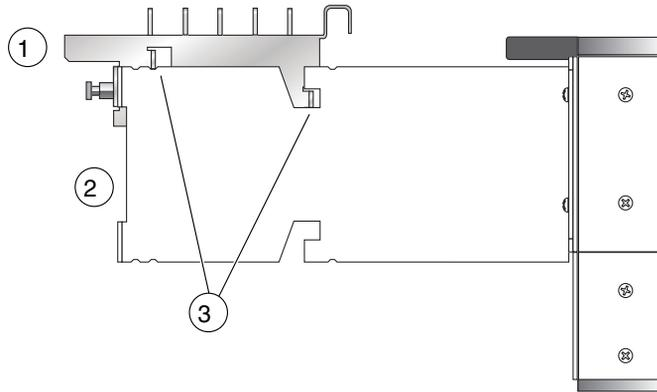

FIGURE 2-15 Vue latérale de la plaque de gestion des câbles et du support
3. Placez la plaque entre les supports (FIGURE 2-15).